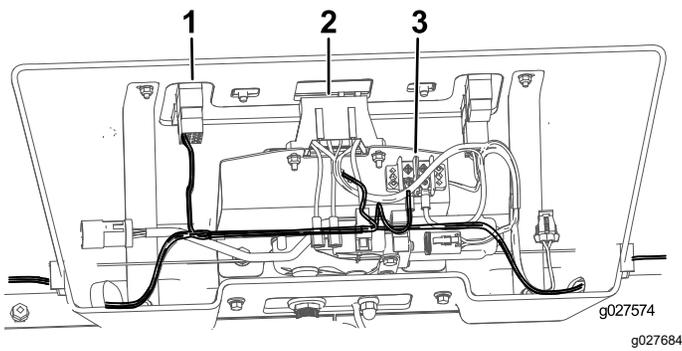

Bild 10
2. Schließen Sie den Kabelbaum am Schalter, am Sicherungsblock und an der Erdungsklemme an (Bild 10).